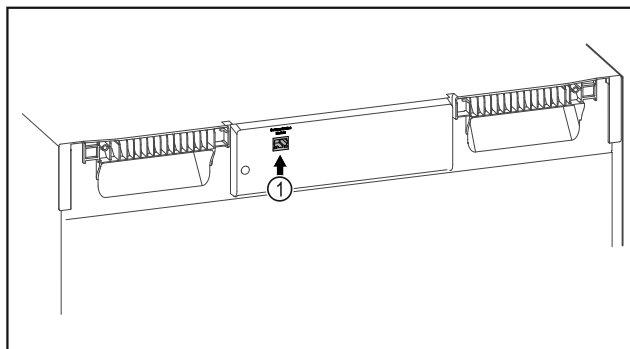

Fig. 123
- Je používán SmartModule Fig. 123 (1).